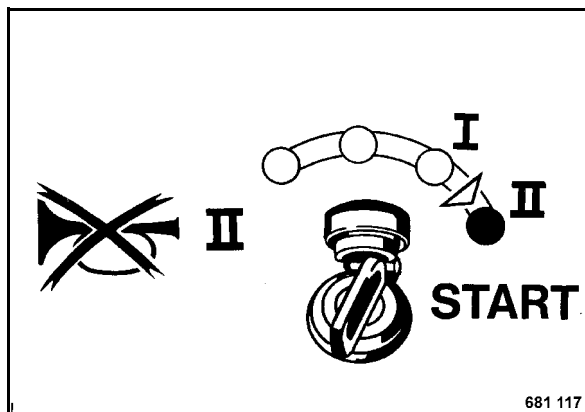

рис. 16
- Дальше повернуть ключ зажигания в положение "II" (рис. 16); двигатель запускается.